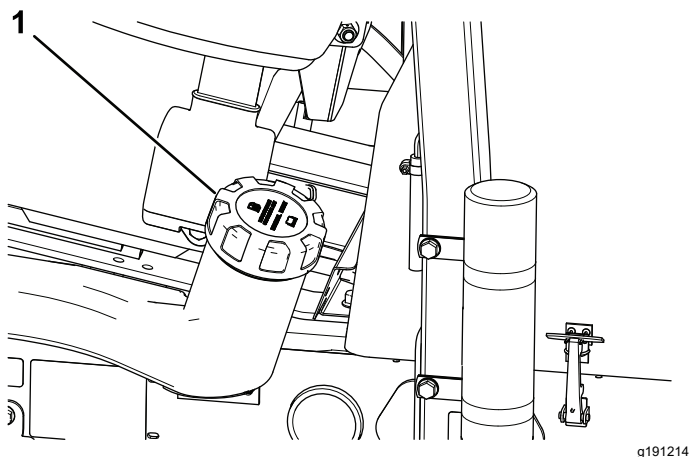

Рисунок 44
2. Очистите поверхность вокруг крышки топливного бака (Рисунок 44).